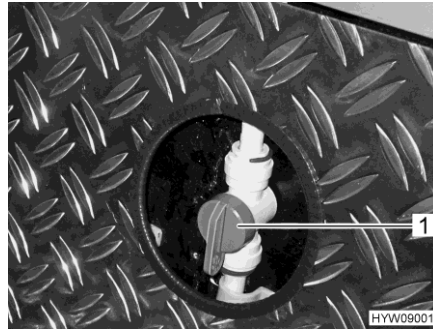

Fig. 183 Vannes d'alimentation (chauffage garage arrière)
- Placer la poignée (Fig. 183,1) de la vanne d'alimentation du chauffage du garage arrière parallèlement à la conduite de chauffage. Le chauffage du garage arrière fonctionne alors à sa puissance maximum.
- Placer la poignée (Fig. 183,1) de la vanne d'alimentation du chauffage du garage arrière dans une position quelconque. L'alimentation en eau chaude du garage arrière se laisse ainsi régler en continu.
- Placer la poignée (Fig. 183,1) de la vanne d'alimentation du chauffage du garage arrière transversalement à la conduite de chauffage. Le chauffage du garage arrière est maintenant éteint.